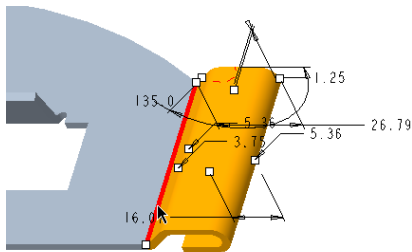

图 1-140 指定连接边
(1) 在功能区的“模型”选项卡中单击“形状”组中的 (法兰) 按钮, 打开“凸缘”选项卡。
(2) 从“凸缘”选项卡的“形状”下拉列表框中选择“鸭形”选项，选择图 1-140 所示的边线作为连接边。